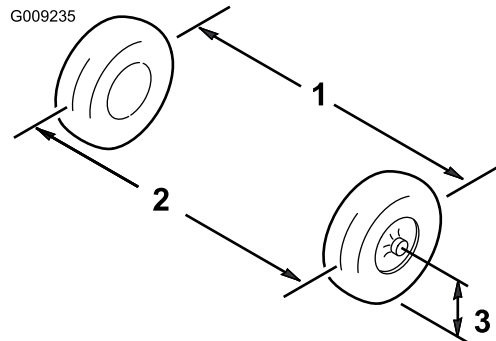

Bild 54
3. Messen Sie den Abstand zwischen beiden Vorderreifen auf Achshöhe (an der Vorder- und Rückseite der Vorderreifen) (**Bild 54**).